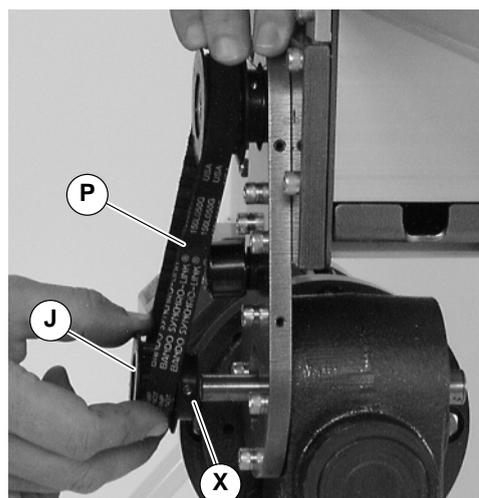

Abbildung 14
**HINWEIS:** Falls Antriebszahnscheibe (J auf Abbildung 14) ersetzt wird, Zahnriemen um Antriebszahnscheibe legen und Schritt 3.
3. Die Madenschrauben der Antriebszahnscheibe (X siehe Abbildung 14) lösen. Antriebszahnscheibe (J) und Zahnriemen abnehmen.
**HINWEIS:** Die Antriebszahnscheibe (J siehe Abbildung 14) ist abgenommen. Zahnriemen um Antriebszahnscheibe legen und Schritt 13 ausführen.